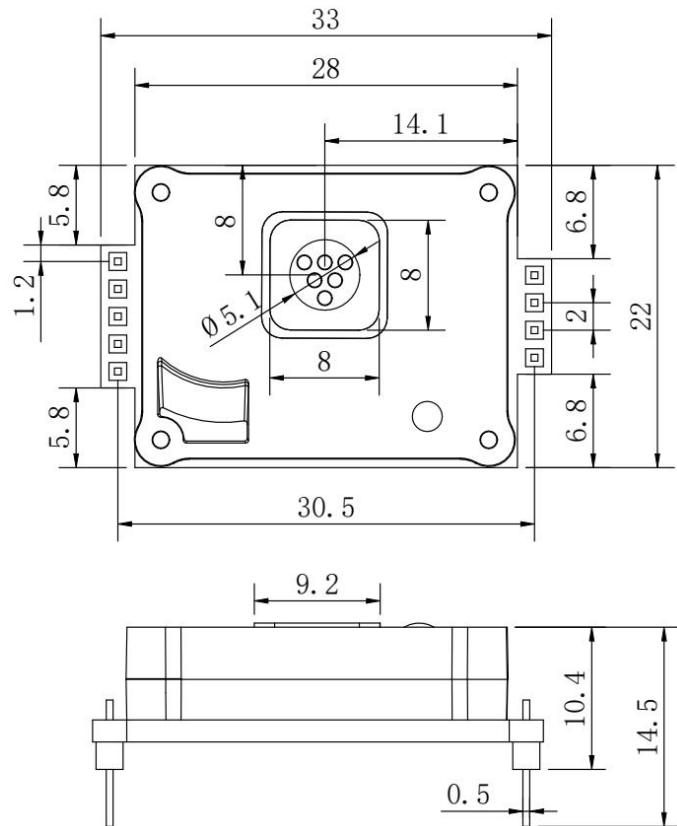

图4. ACD3100尺寸图 (单位: mm; 未标注公差 ± 0.5 mm)
- (1) 用户切勿拆解传感器，以防出现不可逆破坏。
- (2) 手动校准时，传感器须在稳定的已知 CO₂ 浓度的气体环境中连续工作 20 分钟以上。
- (3) 手动校准模式下，建议校准周期不大于 6 个月。
- (4) 设备进风口和出风口开孔尺寸应不小于传感器进风口（如图 4 中边长为 8mm 的方形窗口所示）开孔尺寸。
- (5) 传感器应远离热源，并避免阳光直射或其他热辐射。
- (6) 请勿在粉尘密度大的环境长期使用传感器。
- (7) 禁止对传感器使用波峰焊。使用烙铁焊接时，温度应设置在 350°C 以下，焊接时间须小于 3s。
- (8) 建议客户采用焊接插座的方式安装传感器以便维护。
- (9) 出厂传感器的数据已经过检测且数据一致性良好，请勿以第三方检测仪器或数据作为对比标准。如用户希望测量数据与第三方检测设备一致，可根据实际测量结果进行数据校准。
- (10) 已对传感器 PCB 采取防潮处理，涂胶采用有机硅灌封胶或者丙烯酸三防漆，厚度不低于 0.15mm，使用过程中请注意保护涂层。